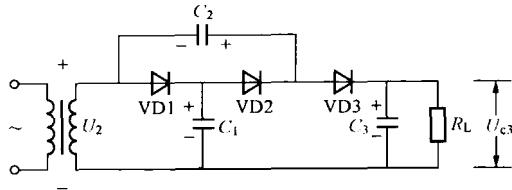

图 1-14 例 1-19 图
**【例 1-19】** 试分析图 1-14 所示的电路为几倍压整流电路，标出各电容两端电压和极性。已知  $U_{2m} = 100V$ ，估算  $U_{C3}$ 。
答： $U_2$  的第一个半周时的极性如图 1-14 所示。VD1 导通，对电容  $C_1$  充电到  $U_{2m}$ ，当  $U_2$  极性相反时，VD1 截止，VD2 导通，电容  $C_1$  的电压  $U_{2m}$  与电源极性相同，它们共同向  $C_2$  充电到  $2U_{2m}$ 。在第三个半周时， $U_2$  的极性又如图 1-14 所示，这时 VD1 导通， $C_2$  的电压  $2U_{2m}$  使 VD2 截止，VD3 导通， $U_2$  加上  $C_2$  的电压  $2U_{2m}$  向  $C_3$  充电，到  $3U_{2m}$ ，这时获得三倍的直流输出电压，即  $U_{C3} = 3U_{2m}$ 。当电路接有负载  $R_L$  时的输出电压  $U_{C3} = 3 \times 1.2U_2$ 。